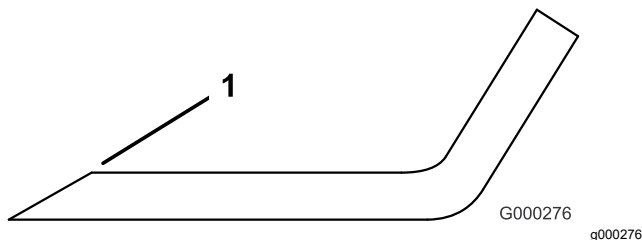

Figura 32
3. Inspeccione los filos de corte de todas las cuchillas. Afile los filos de corte si están romos o tienen mellas. Afile únicamente la parte superior del filo y mantenga el ángulo de corte original para asegurar un filo correcto (Figura 32). La cuchilla permanecerá equilibrada si se retira la misma cantidad de metal de ambos filos de corte.